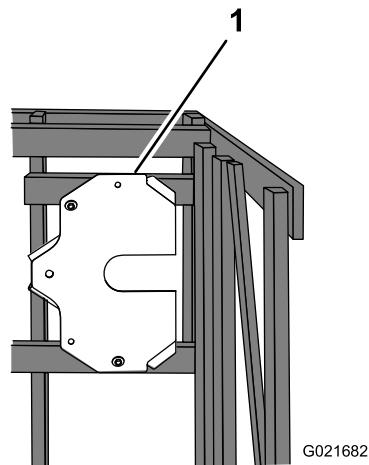

Figura 10
1. Retire los pernos que sujetan la placa de montaje a la caja de transporte (Figura 10).